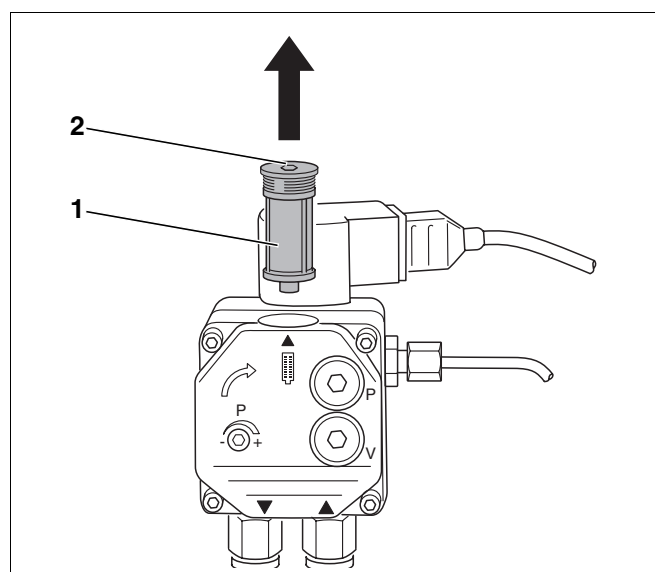

Рис. 20 Проверка фильтра – топливного насоса Danfoss
- Открутить расположенный сверху болт с внутренним шестигранником (рис. 20, поз. 2).
- Вынуть вверх фильтр топливного насоса (рис. 20, поз. 1).
- Очистить фильтр топливного насоса (рис. 20, поз. 1) промывочным бензином, если требуется, заменить его, и вновь установить на прежнее место.